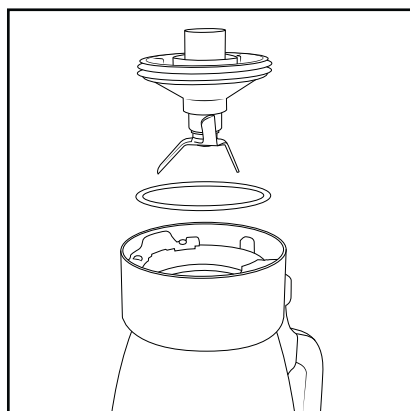

Fig. 5
- Para voltar a colocar a lâmina **17**, certifique-se de que o anel vedante está corretamente colocado (fig. 5). Em seguida, coloque a lâmina **17** e rode-a no sentido dos ponteiros do relógio com o auxílio do bloqueio da tampa **14**, até voltar a encaixar firmemente.